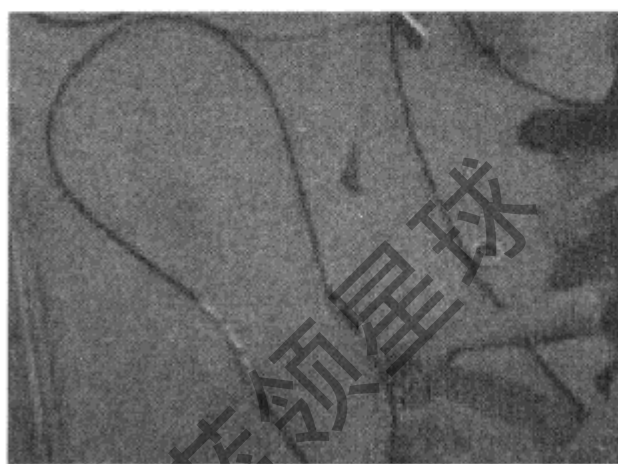

图 2-25 导线接头绝缘不良导致漏电
① 灯光暗淡或灯光特别亮，可能是受外线电压的影响，由外线电压过低或过高造成。线路中有漏电或局部短路现象是引起灯光变暗的主要原因，如图 2-25 所示的导线接头绝缘未处理好，容易在连接处发生漏电。